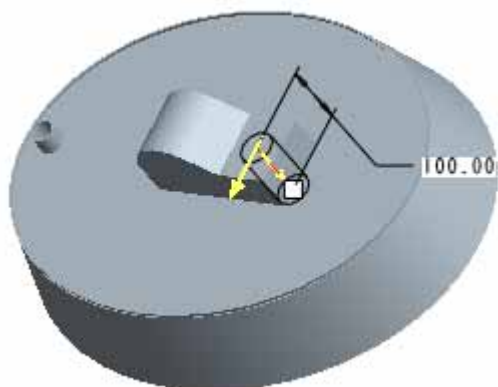

图 50-22
(4) 调整特征生成方向，如图 50-22 所示，单击  按钮，完成特征建立，如图 50-22 所示。